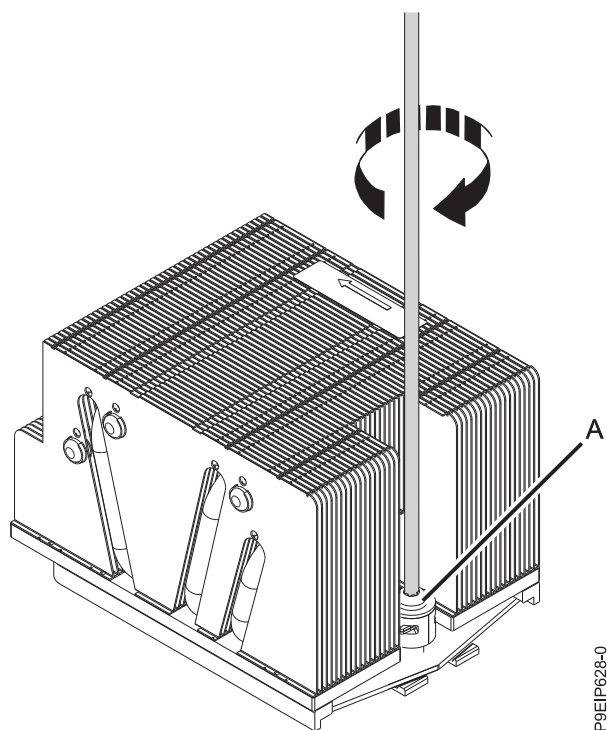

Figure 76. Serrage de la vis du bras de chargement
15. Serrez le bras de chargement (A) avec un tournevis Phillips n°3, comme indiqué dans la figure 76, à la page 70.